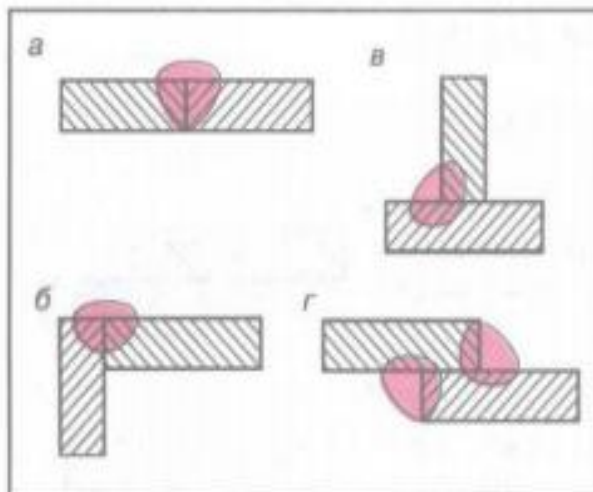

Рис. 18
1. **По виду соединения** (рис. 18): стыковые (а), угловые (б), тавровые (в) и нахлесточные (г).
2. **По типу сварного соединения** (рис. 18): стыковые (а) и угловые (б, в, г). Угловые швы применяют при выполнении угловых, тавровых или нахлесточных соединений.